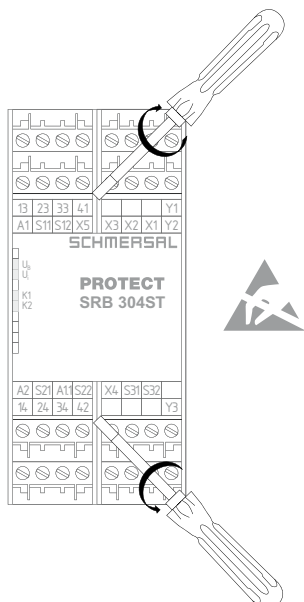

図2
前面カバーの開閉（図2参照）
- ・ 押しボタンS1は、本製品の前面カバーを取り外すとあります。（図2、3参照）